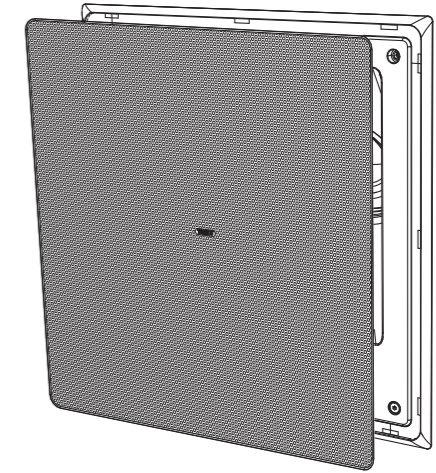

Fig. 21. Install the grille
- Der Kühlergrill sollte sorgfältig montiert werden, indem die Kanten des Kühlergrills sorgfältig mit der Innenseite der Schallwand und des Rahmens ausgerichtet werden (Abb. 21). Drücken Sie nicht auf die Mitte des Gitters, um Beschädigungen der Vertiefungen zu vermeiden. Üben Sie gleichmäßigen Druck auf jede Ecke aus, während diese fest in Position gedrückt wird.